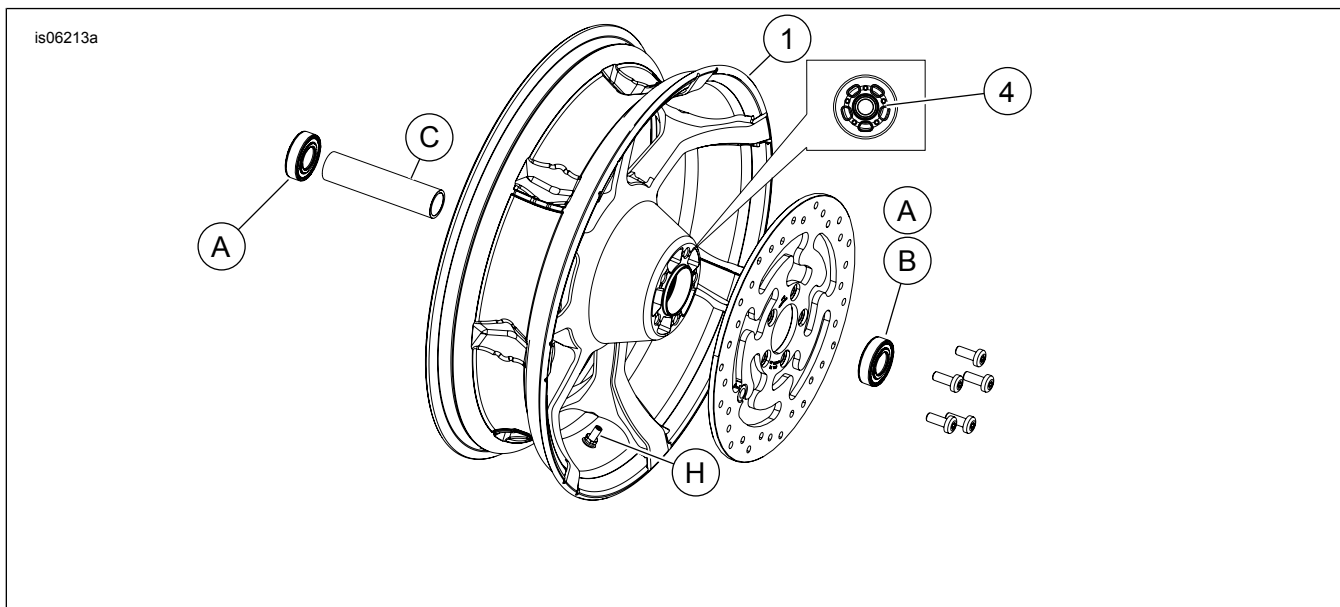

Figura 1. Parts tas-Service: Roti Agitator ta' Wara (murija ta' 18-il pulzier)
Ara Figura 1 u t-Tabelli tal-Parts tas-Servizz.
2. Ara Figura 1 . Installa l-assemblaġġ tal-virga tal-valv (H) fuq ir-rota. Ara l-Manwali tas-Servizz.